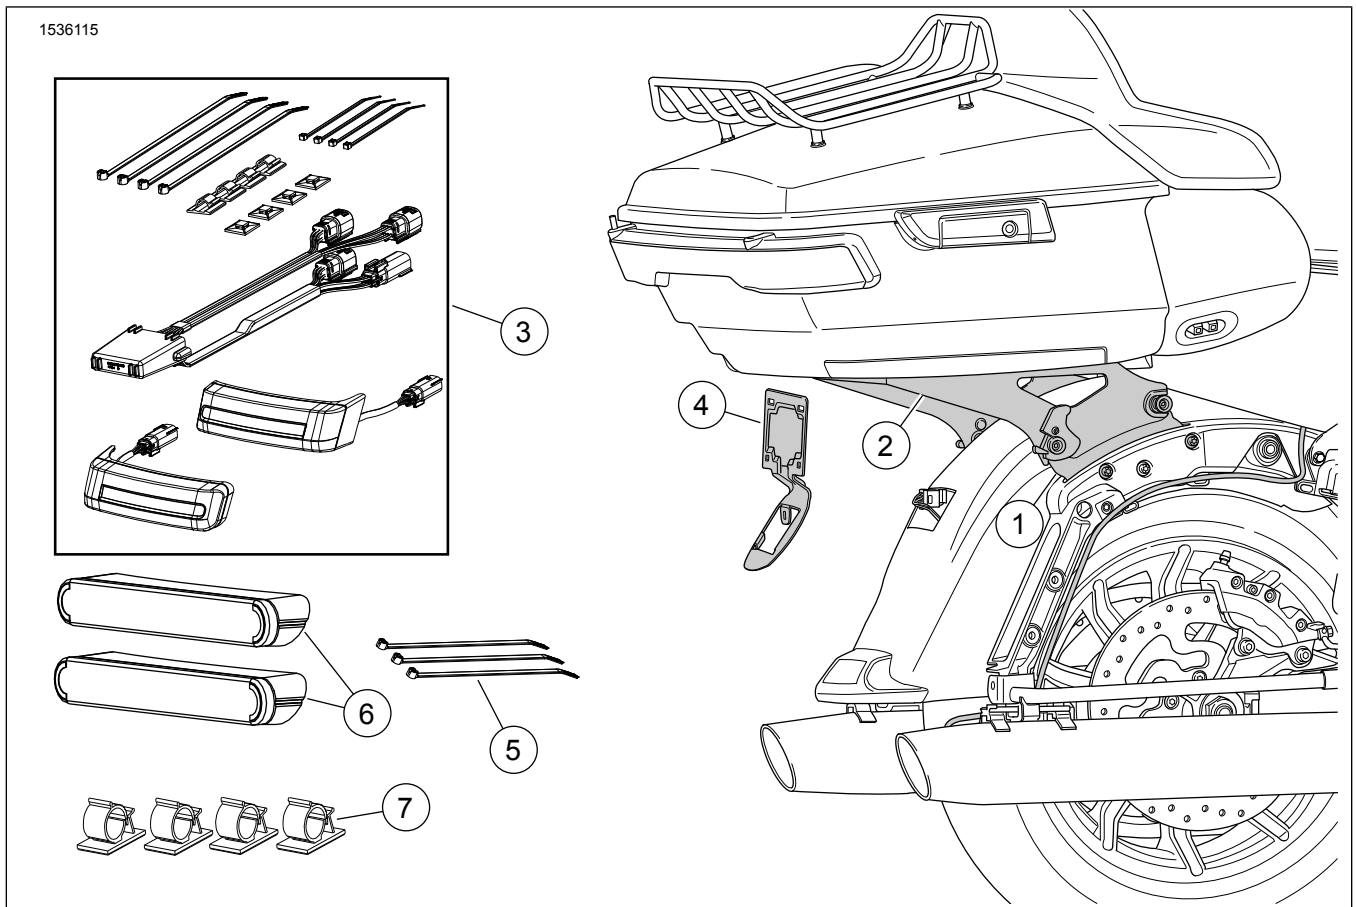

Figura 1. Conteúdo do kit: Suporte para fixação de Tour-Pak removível
1. Veja Figura 1 . Instale o kit de ferragens para acoplamento (1) conforme as instruções do kit.
2. Instale o kit de lâmpada do pisca/freio/funcionamento do alforje de LED (3) conforme as instruções do kit.
- c. Instale a base da lanterna traseira sobre o suporte da placa de licença. Fixe com o parafuso (3).
- e. Conecte o conjunto de lanterna traseira e lente na base da lanterna traseira. Instale o conjunto de lanterna traseira e lente na base e prenda com parafusos (1).
Veja Figura 1 . Marque o local do refletor (12).